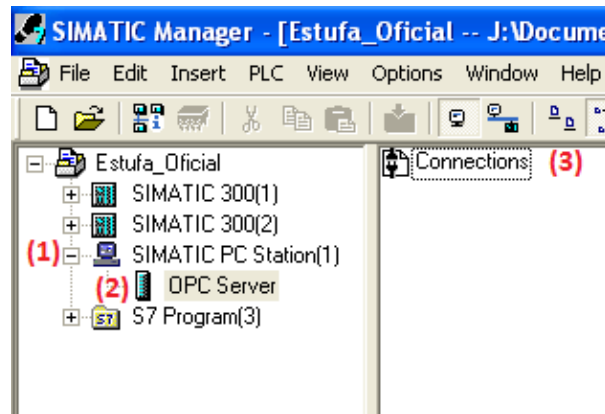

Figura 10: Acesso às configurações NetPro
O arquivo *Estufa\_O* possui configurações de rede corretas. Abra-o no *SIMATIC Manager* e atente-se para as configurações de rede que serão detalhadas a seguir. Para isso, abra a tela NetPro, acessando a árvore de projeto *Estufa\_Oficial* na área à esquerda da sua tela. Siga o caminho mostrado na figura 10: *Simatic PC Station (1)* » *OPC Server(2)* » *Connections(3)*.